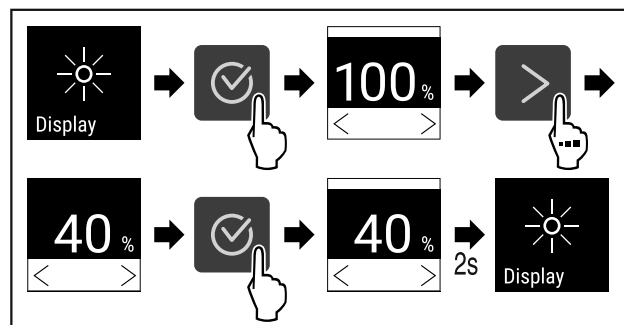

Fig. 102
- ▶ Eseguire i passaggi (vedere Fig. 102) .